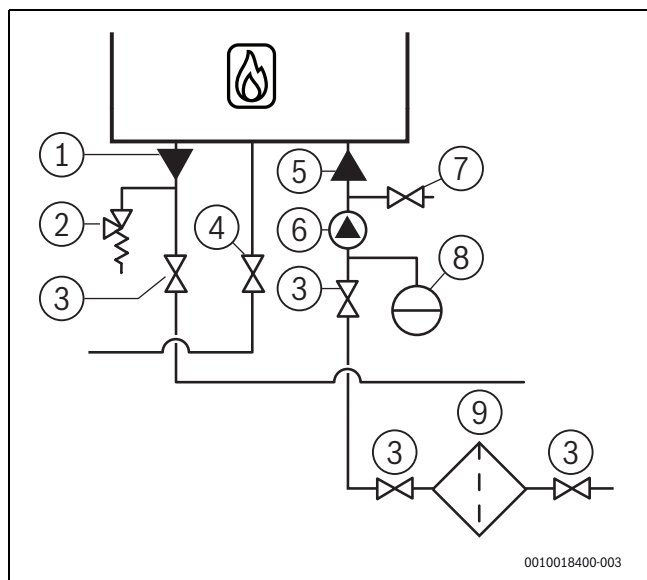

Fig. 18 Conectarea țevelor de apă caldă
- ▶ Montați racordul pentru vasul de expansiune și supapa de siguranță direct sub cazan și deasupra robinetelor de întreținere. (→ Fig. 18, pag. 18).
- ▶ Instalați un robinet de întreținere în țeava de tur și cea de retur (→ Fig. 18, pag. 18).